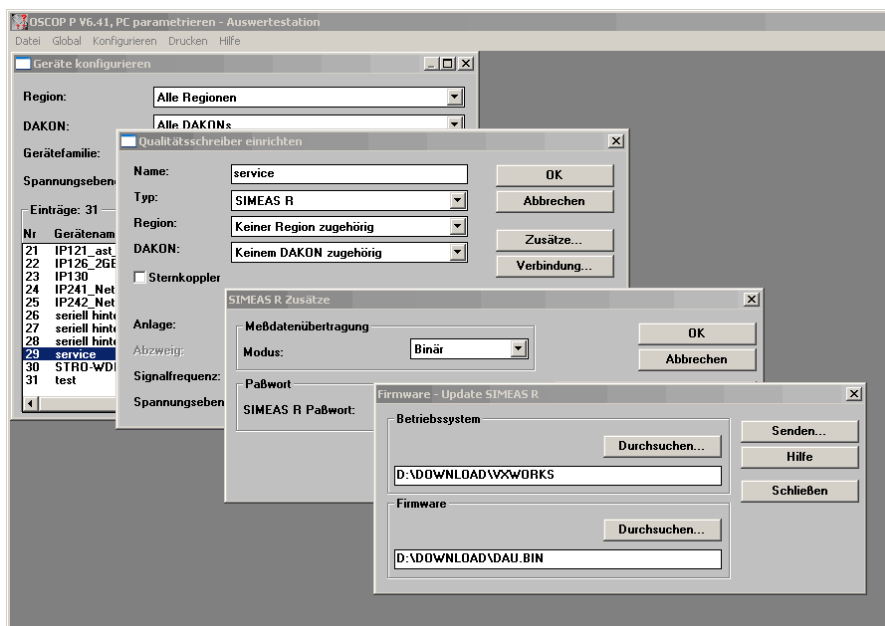

Abbildung 2: Firmware-Upgrade über OSCOP P bis Version 6.41.4
- Wählen Sie unter dem Menüpunkt **Konfigurieren** den Unterpunkt **Geräte**. Es erscheint ein Dialogfenster mit der Bezeichnung **Geräte konfigurieren** (vgl. Abbildung 2).
- Gehen Sie in den Fensterbereich **Betriebssystem** und wählen Sie durch Betätigen des Funktionsknopfes **Durchsuchen...** die neue Datei VXWORKS aus. (in Abbildung 2 D:\DOWNLOAD\WXWORKS)
- Gehen Sie in den Fensterbereich **Firmware** und wählen Sie durch Betätigen des Funktionsknopfes **Durchsuchen...** die neue Datei DAU.BIN aus. (in Abbildung 2 D:\DOWNLOAD\DAU.BIN)